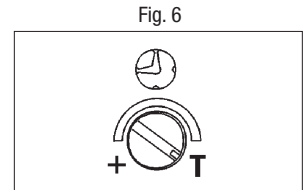

Fig. 6
5. Once the light fixture goes off, move the time adjustment controls to the desired length of time. The floodlight will remain on after the last motion is detected (5 seconds to 12 minutes) (Fig. 6).
5. Una vez que se apague la luz, mueva los controles de ajuste a la cantidad de tiempo de espera deseada. El reflector permanecerá encendido después que se detecta el último movimiento (5 segundos a 12 minutos) (Fig. 6).